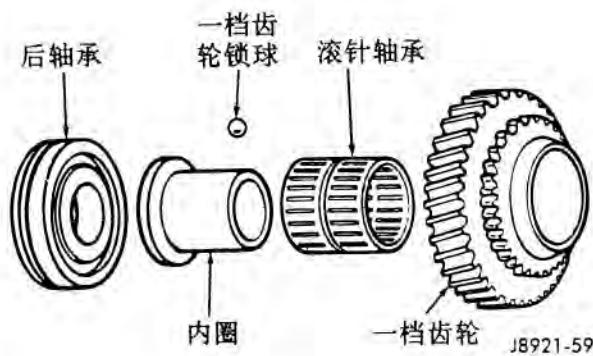
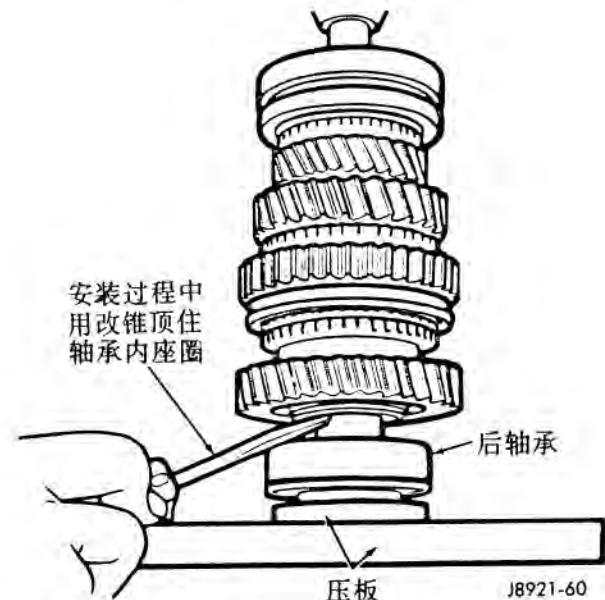

图 59 一档齿轮总成
图 60 安装输出轴后轴承
和轴承内座圈（图 59）。然后把总成安装到输出轴上。
(13) 把后轴承压到轴上（图 59）。轴承上的卡环槽要朝向后面。在安装过程中，用改锥顶住轴承内座圈（图 60）。
(14) 把轴承卡环安装到后轴承上。